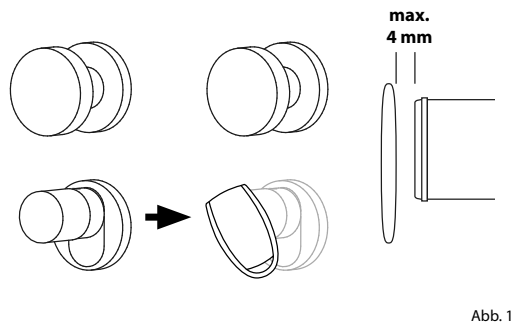

Abb. 1
- 1 Halten Sie den ENTRY 7710 RFID Transponder mit einem maximalen Abstand von 4 mm vor den Außenknauf Ihres Zylinders (Abb. 1).